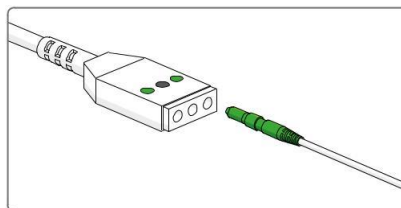

Figura 18. Collegare il cavo cerotto al cavo principale
3. Inserire la spina verde del cavo cerotto in una delle prese del connettore del cavo principale contraddistinte da un punto verde (v. *Figura 18*). È possibile collegare un numero massimo di due elettrodi di medicazione .